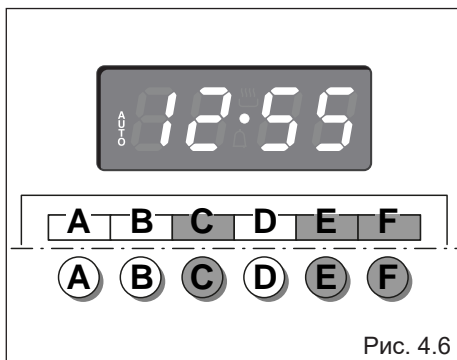

Рис. 4.6
2. Для установки времени окончания приготовления нажмите на кнопку **"С"** (появится время приготовления, уже прибавленное к времени на часах) и кнопки **"F"** (рис. 4.6); В случае если вы пропустите необходимое время, вы можете вернуться, нажав на кнопку **"E"**.